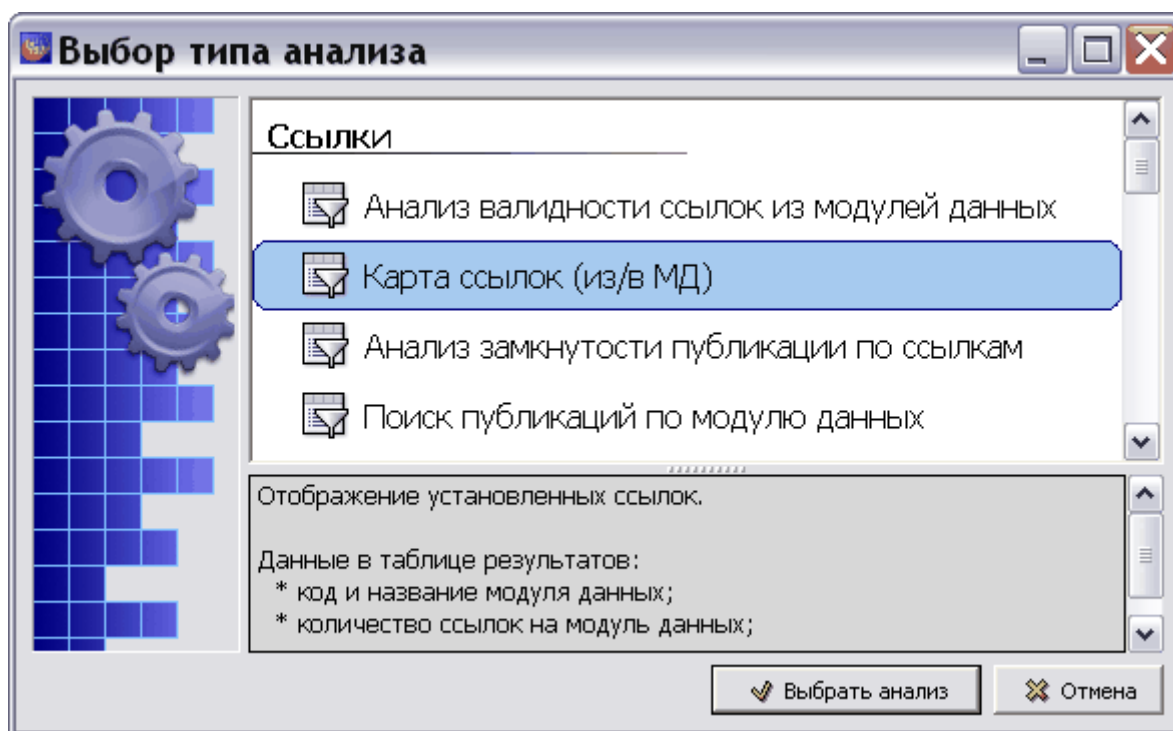

Рис. 21.92
1. В окне **Выбор типа анализа** выберите тип анализа «Карта ссылок (из/в МД)» (Рис. 21.92).